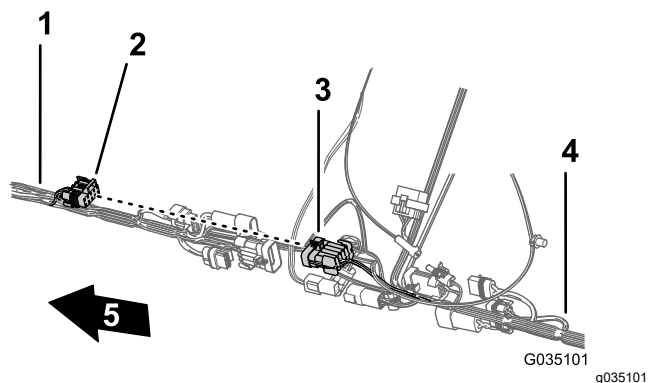

Figura 78
2. Conecte el conector hembra de 10 vías de interconexión del arnés delantero al conector de 10 pines de interconexión del arnés trasero (Figura 78).